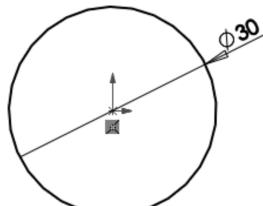

图 1-27 绘制直线
- 然后绘制直径为  $\varnothing 30$  的圆，如图 1-27 所示。